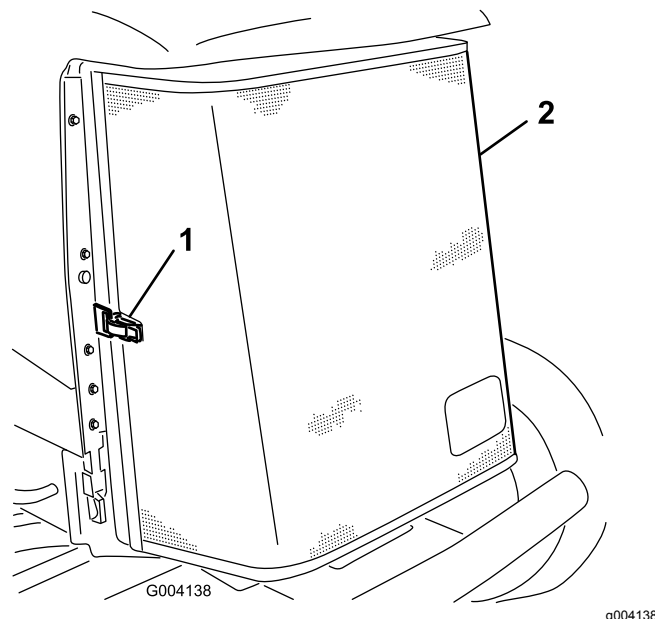

Figure 65
3. Déverrouillez l'attache et ouvrez la grille arrière (Figure 65).